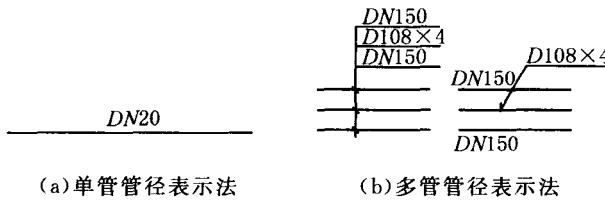

图 1-2 常用的管径标注方法
(1) 管径单位：mm。
(2) 管径表达方式的一般规定：
① 水煤气输送钢管(镀锌或非镀锌)、铸铁管等管材，管径宜以公称直径 DN 表示(如 $DN15$ 、 $DN50$)。
② 无缝钢管、焊接钢管(直缝或螺旋缝)、铜管、不锈钢管等管材，管径宜以外径 $D \times$ 壁厚表示(如 $D108 \times 4$ 、 $D159 \times 4.5$ 等)。
③ 钢筋混凝土(或混凝土)管、陶土管、耐酸陶瓷管、缸瓦管等管材，管径宜以内径 d 表示(如 $d230$ 、 $d380$ 等)。
④ 塑料管材，管径宜按产品标准的方法表示。
⑤ 当设计均用公称直径 DN 表示管径时，应有公称直径 DN 与相应产品规格对照表。在建筑给水排水施工图中常用这种管径表达方式。
(3)管径的标注方法:建筑给水排水施工图常用的管径标注方法详见图 1-2。